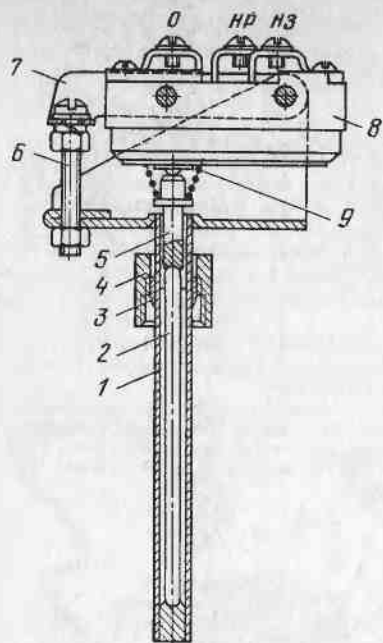

Рис. 219. Температурный переключатель:
**Температурный переключатель** (рис. 219) предназначен для автоматического выключения свечи накаливания в период запуска и обеспечения продувки при выключении отопителя и состоит из микропереключателя 8, трубки 1, кварцевого стержня 2, вставленного
проверить регулировку температурного переключателя и, если необходимо, отрегулировать включение и выключение регулировочным винтом 6 (см. рис. 219) температурного переключателя и зафиксировать контргайкой. Правильно отрегулированный температурный переключатель срабатывает через 45...60 с после включения отопителя в работу переключателем из положения «1» в положение «2» при условии, что накал свечи был достаточным в период розжига и что подача бензина в камеру сгорания осуществляется в нормальном количестве. Если при включенном отопителе контрольная лампа не загорается, винт необходимо отвернуть, а если при включении отопителя лампа продолжает гореть, — винт завернуть;